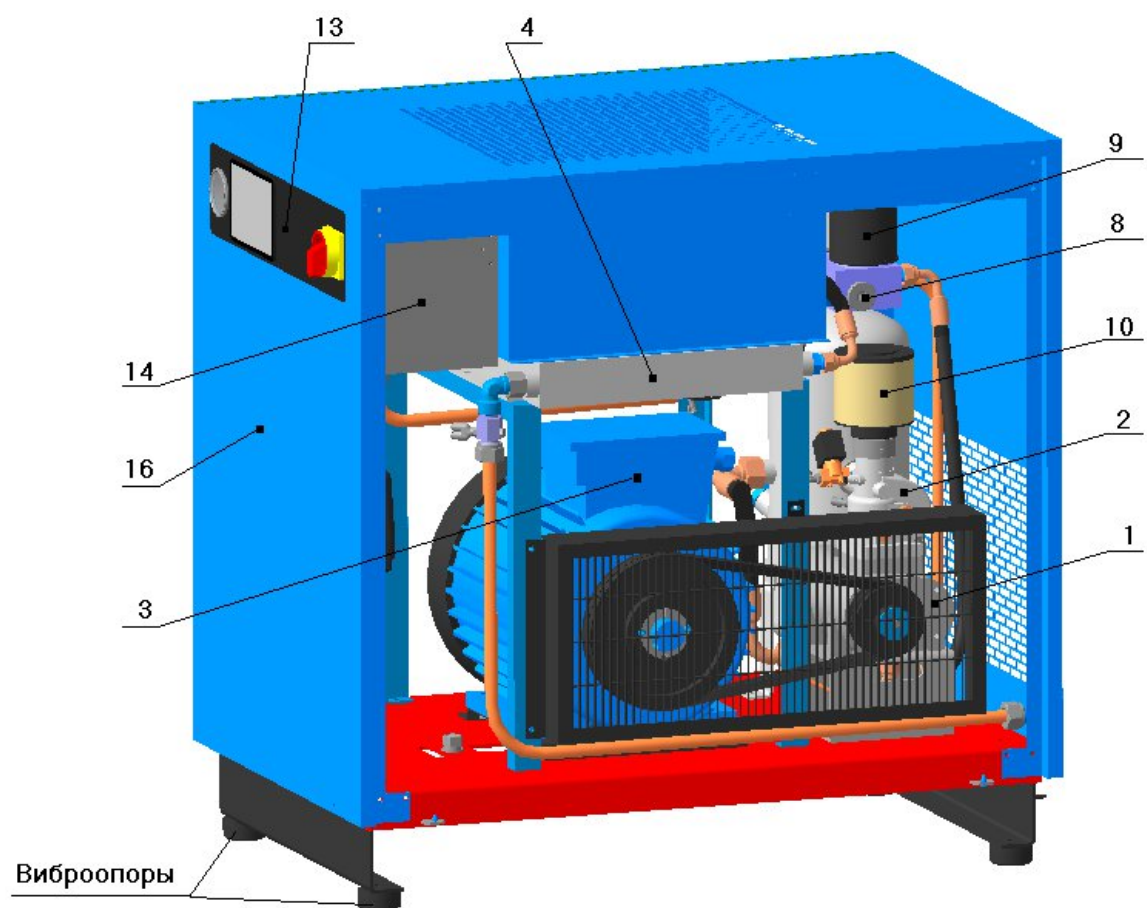
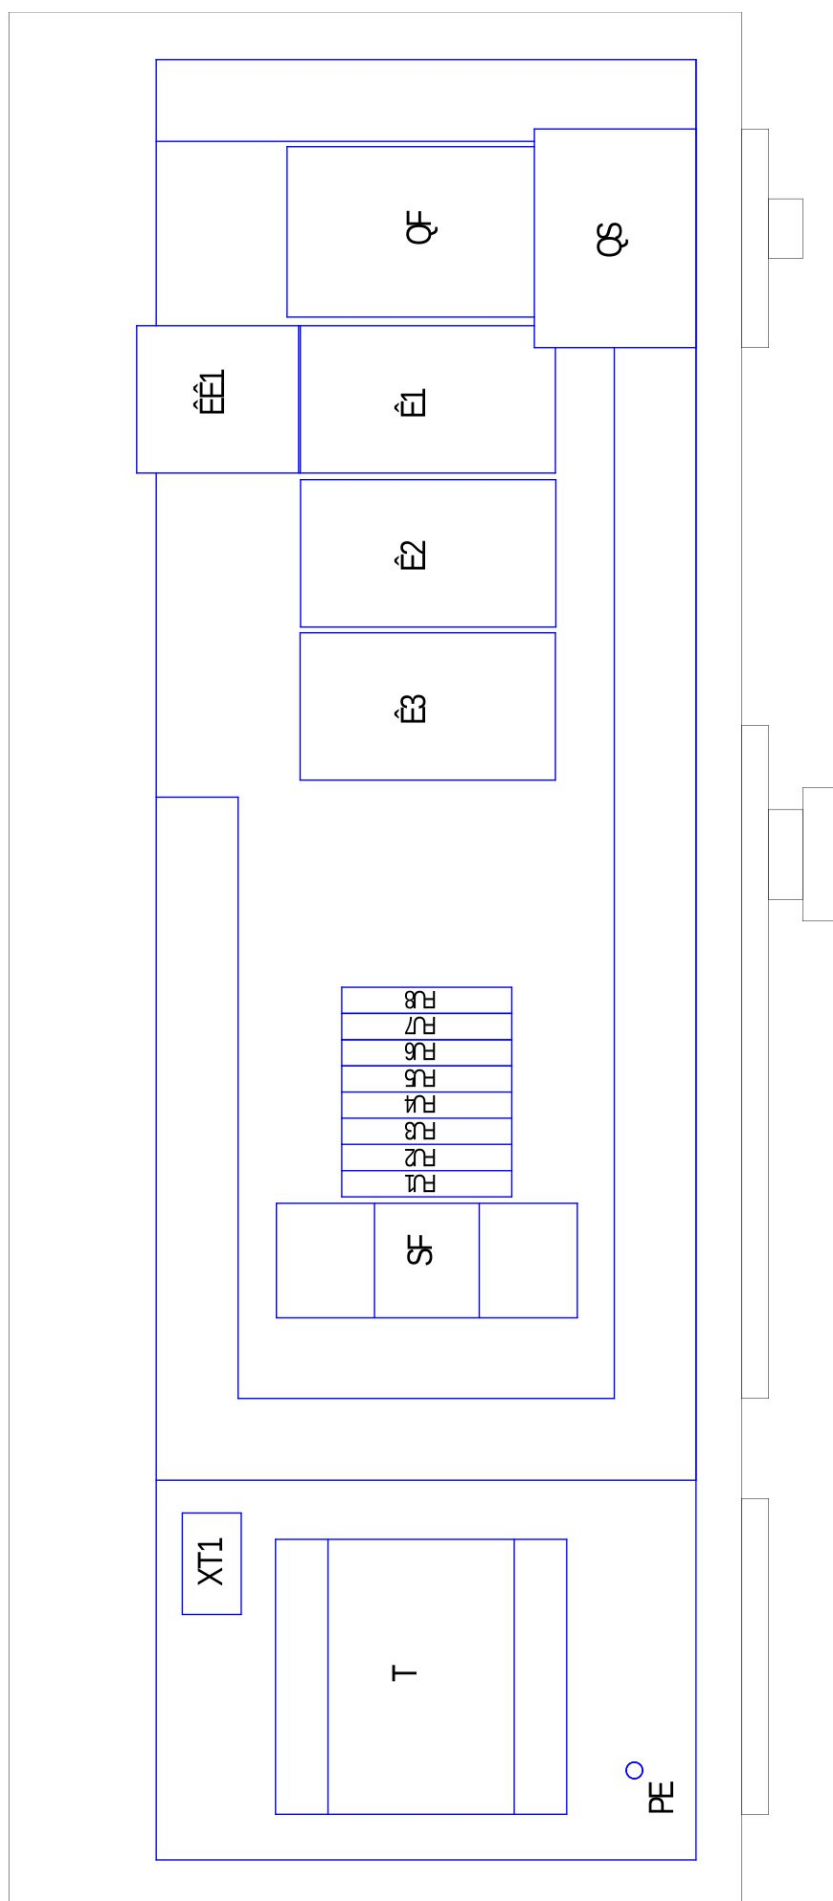

Рисунок 1 – Общий вид компрессорной установки ВК20Е-8(10, 15)
Рисунок 7 – Блок-схема платы монтажной
1 - Винтовой блок предназначен для выработки сжатого воздуха. В установке применен компрессорный винтовой блок модели CE55RW (см. рисунок 1 и 4 или 2 и 4, или 3 и 4). В корпусе винтового блока расположены: винтовая группа, пропускные каналы для воздуха и масла.
2 – Клапан всасывающий (см. рисунок 1 или 2, или 3) воздушный выполняет функцию подачи воздуха в камеру сжатия и предотвращения выброса наружу сжатого воздуха и масла в момент останова установки при любом давлении подачи сжатого воздуха. Переключение клапана всасывающего в режим "Загрузка" или "Холостой ход" осуществляется при помощи клапана электромагнитного, который управляется программируемым контроллером от сигнала датчика давления.
3 - Электродвигатель (см. рисунок 1 или 2, или 3) предназначен для привода винтового блока.
4 - Воздушно-масляный радиатор (см. рисунок 1 или 2, или 3) двухсекционный, комбинированный выполняет функции охлаждения масла и предварительного охлаждения воздуха на выходе из установки. Радиатор охлаждается проходящим через него потоком воздуха, который нагнетается электровентилятором, установленным на радиаторе.
5 - Маслосборник (см. рисунок 1 или 2, или 3) выполняет следующие функции:
7 - Клапан минимального давления (см. рисунок 1 или 2, или 3), установленный на линии нагнетания, предназначен для поддержания минимального давления в пределах 2...4 бар внутри установки до тех пор, пока давление в распределительной сети не уравнивается с давлением внутри установки. Одновременно этот клапан выполняет функцию обратного клапана, блокируя установку от распределительной сети во время ее останова или работы на холостом ходу.
8 - Термостат (см. рисунок 1 или 2, или 3) состоит из запорного плунжера и термочувствительного глицеринового элемента, изменяющего направление потока масла в зависимости от температуры, и смонтирован в корпусе, на котором также установлен фильтр масляный.
9 - Фильтр масляный (см. рисунок 1 или 2, или 3) неразборный изготовлен в металлическом корпусе. Он расположен в контуре смазки и предотвращает попадание твердых частиц на рабочие поверхности винтов и подшипников. Его замена необходима после выработки часов, указанных в разделе "ТО" и напрямую зависит от технического обслуживания воздушного фильтра и от качества масла.
10 - Фильтр воздушный (см. рисунок 1 или 2, или 3) впускной открытого типа. Функция воздушного фильтра - предотвращение попадания загрязняющих частиц в зону винтовой группы и систему смазки. Некачественное обслуживание воздушного фильтра приводит к уменьшению срока службы блока винтового.
11 - Фильтр-маслоотделитель (сепаратор) (см. рисунок 1 или 2, или 3) завершает операцию отделения масла от сжатого воздуха и обеспечивает остаточное содержание масла в сжатом воздухе не более 3 мг/м³.
12 - Визуализатор возврата масла (см. рисунок 1 или 2, или 3) предназначен для визуальной оценки количества масла на возврате из фильтра-маслоотделителя. Масло, отделенное фильтром-маслоотделителем, возвращается в систему смазки установки. Визуализатор позволяет проверить эффективность работы фильтра-маслоотделителя и системы сепарации.
13 - Панель управления (см. рисунок 1 или 2, или 3). На лицевую сторону панели управления вынесены следующие органы управления, контрольно-измерительная и сигнальная аппаратура (рисунок 9):
14 - Шкаф с электроаппаратурой (см. рисунок 1 или 2, или 3) представляет собой короб закрытого типа с установленной платой, на которой смонтирована пускорегулирующая аппаратура и устройства защиты (блок-схема см. рисунок 7), доступ к которым осуществляется путем демонтажа верхней панели корпуса и крышки шкафа.
16 - Корпус шумозащищенного исполнения (см. рисунок 1 или 2, или 3) служит для снижения уровня шума в рабочей зоне установки.
- 4) Плавкие предохранители FU1- FU8 - (см. рисунок 7) защита цепей управления и сигнализации;